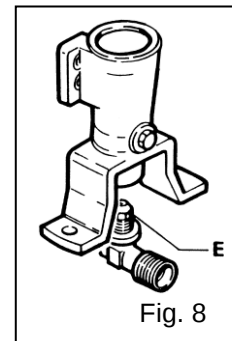

Fig. 8
5.2.2 Brûleur principal (Fig. 8)